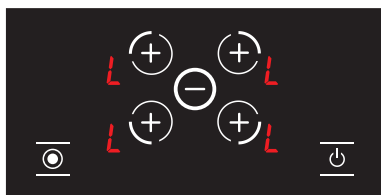

Рисунок 22
1. Когда варочная панель включена и блокировка клавиатуры активна, **L** будет отображаться на весь экран. (см. Рисунок 22) Если какая-либо из конфорок горячая, значки **L** и **H** будут показаны по очереди. Только кнопку **⏻** можно использовать для включения и выключения варочной панели.